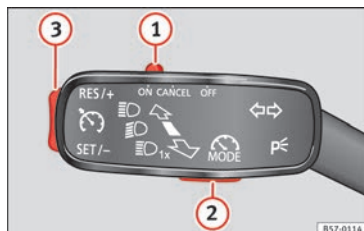

Fig. 187 A la izquierda de la columna de la dirección: mando y teclas para manejar el limitador de velocidad.
Si desea desactivar temporalmente el limitador de velocidad, p. ej., para adelantar, sitúe el mando » fig. 187 ① de la palanca de los intermitentes en la posición **CANCEL** o sitúe la tercera palanca en el punto de presión **CANCEL** o pulse la tecla ② de cualquier palanca.